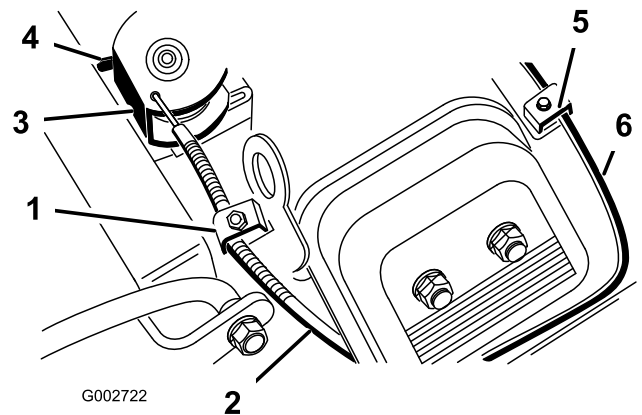

図 28
4. スロットル・ケーブルを十分に引いて、スイベルの後部をストップに接触させる (図 28)。
2. スロットル・ケーブルをエンジンに固定しているクランプのネジをゆるめる (図 28)。
4. チョーク・ケーブル (図 28) を十分に引いてチョークを完全に閉じ、その位置でクランプのネジを締める。